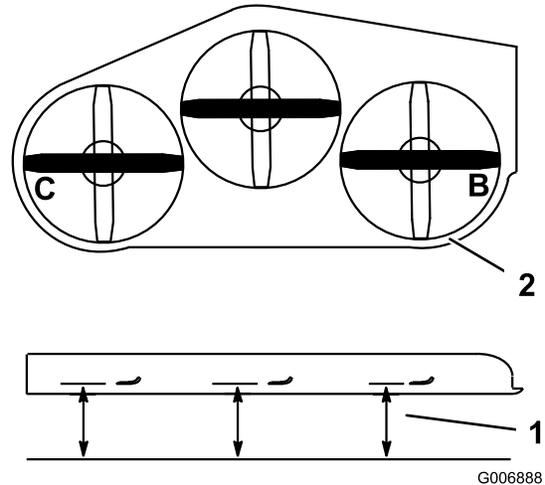

図 74
2. **B** と **C** 位置で、水平な床面から刃先までの距離を測る **図 74**。